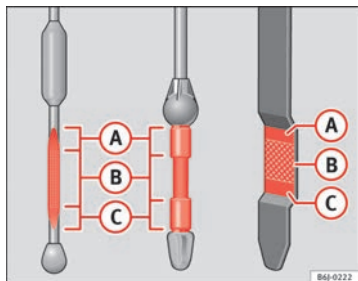

Fig. 167 Varilla de medición del nivel de aceite
- A continuación, vuelva a extraerla y compruebe el nivel de aceite ⇒ fig. 167. En caso necesario, reponga aceite del motor.